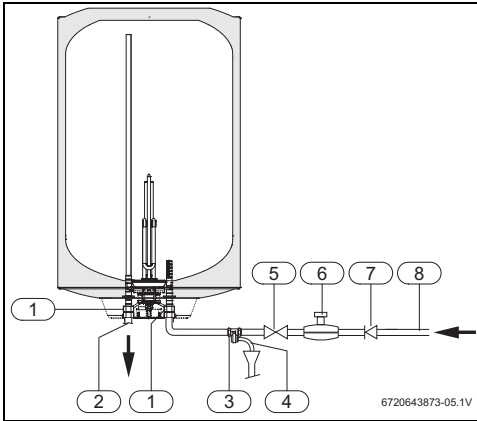

Рис. 7 Подключение воды
Для предотвращения неисправностей, вызванных неожиданными колебаниями давления в водопроводной сети, рекомендуется перед бойлером установить обратный клапан (рис. 7, [7]).
- ▶ Установите предохранительный клапан на подводе холодной воды к бойлеру (рис. 7).
Если давление воды превышает 80% от максимально допустимого давления бойлера (6,4 бар), то установите редукционный клапан (рис. 7). При повышении давления в бойлере более 6,4 бар срабатывает предохранительный клапан. Вода, вытекающая из клапана, должна отводиться.